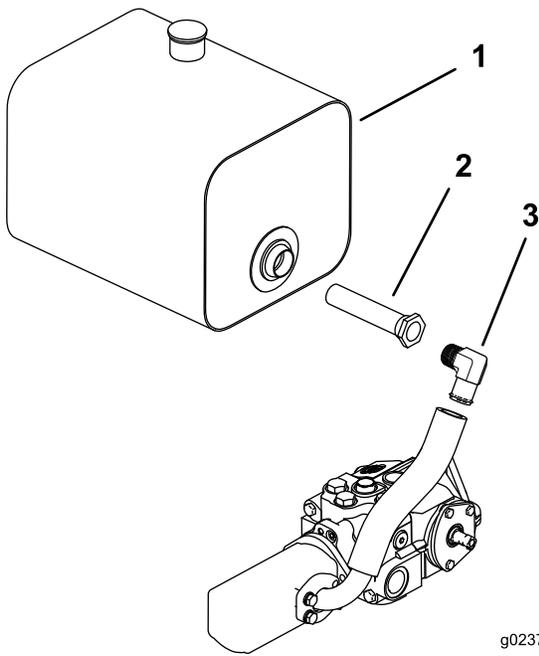

Figura 44
8. Desconecte la manguera del codo y retire este (Figura 44).